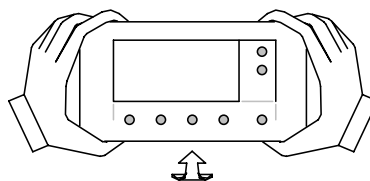

fig. 5
- Per aprire il controllo remoto, una volta fissato alla parete, rimuovere la parte anteriore come indicato in fig. 5.